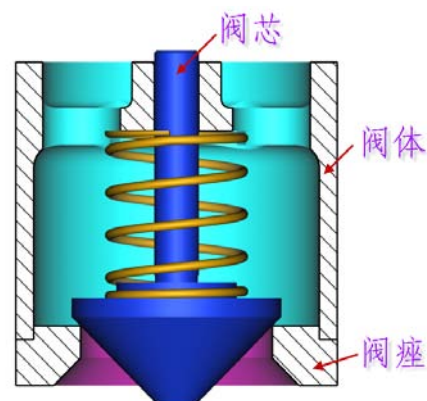

图 7
11. 组装到单向阀总成时，每个阀按如图 7 方向。止回阀上的螺纹无需使用密封胶。紧固每个止回阀的锁紧螺母；锁紧螺母时最大不能高出平面 0.2 毫米；